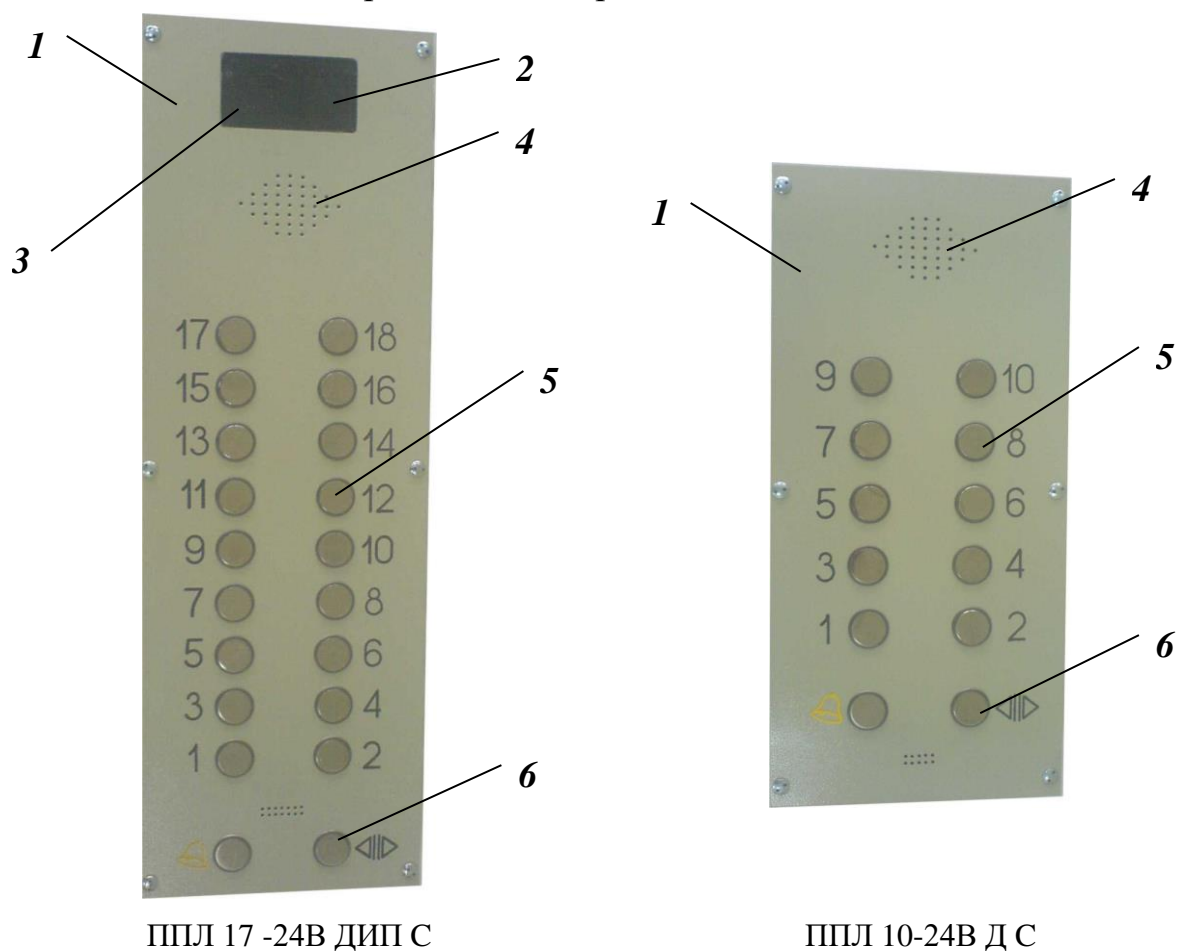

Рис. 4.1.
4.1. Внешний вид изделия представлен на рис.4.1.